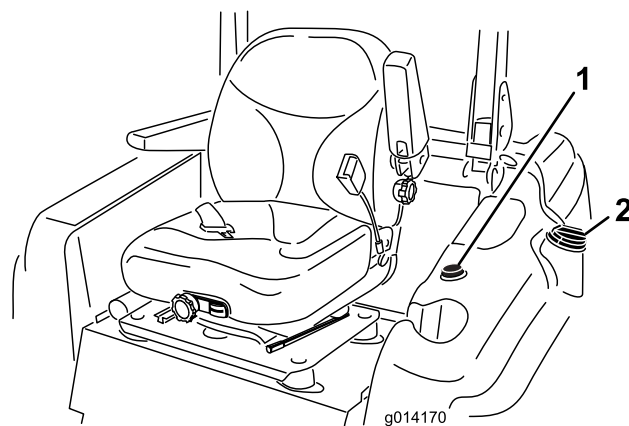

Рисунок 12
2. Очистите область вокруг крышки топливного бака и снимите крышку (Рисунок 12).